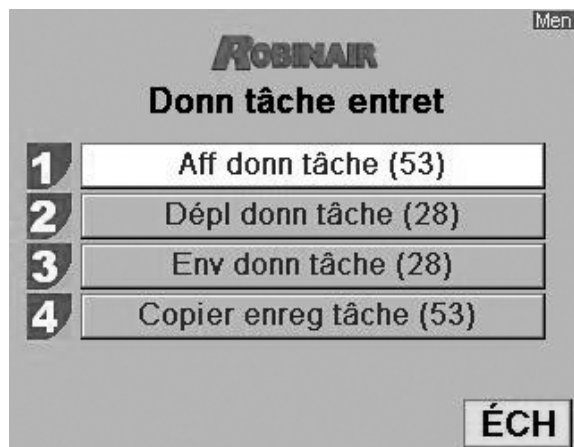

Figure 7
4. Consultez la section Figure 7. Les choix sont les suivants :